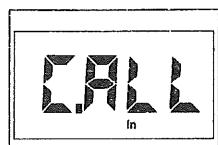

図 3-1
- C. ALL (図 3-1) と表示されたならば、メモリは空です。
- C. ALL (図 3-1) が表示中に、▲キーまたは▼キーを押して、ファイル数（最低 1 個）を設定します。（ n. 001 は 1 個、n. 002 は 2 個になります。）